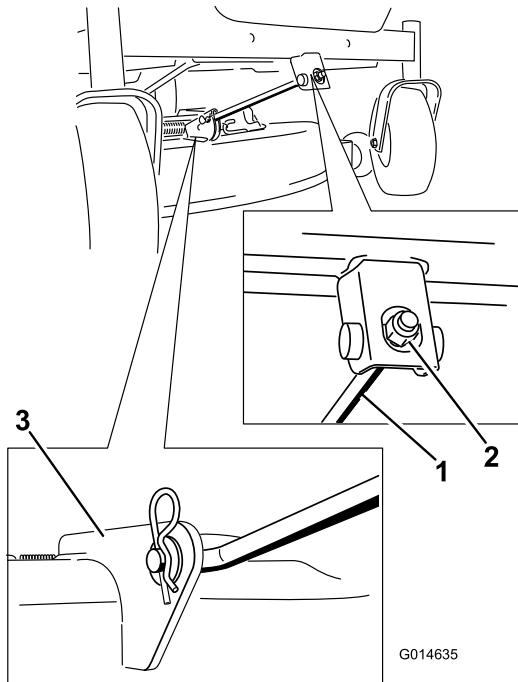

Figura 57
4. Retire el pasador de horquilla de la varilla de soporte delantera y retire la varilla del soporte de la carcasa (Figura 57). Baje cuidadosamente la parte delantera de la carcasa de corte al suelo.
6. Conecte la varilla de soporte delantera a la carcasa de corte con el pasador y la chaveta (Figura 57).